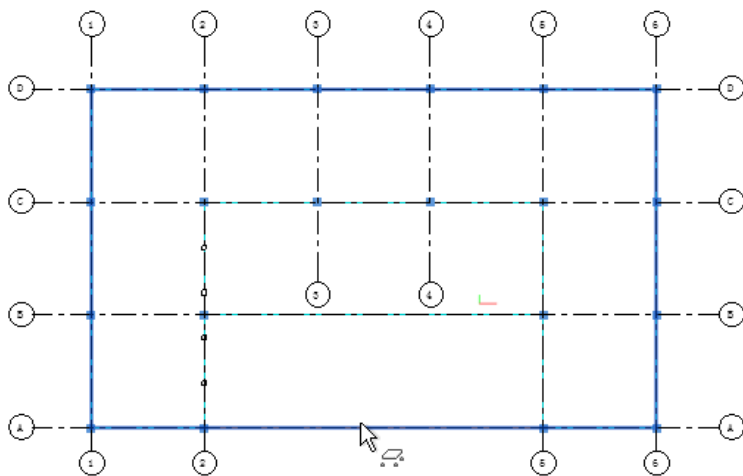
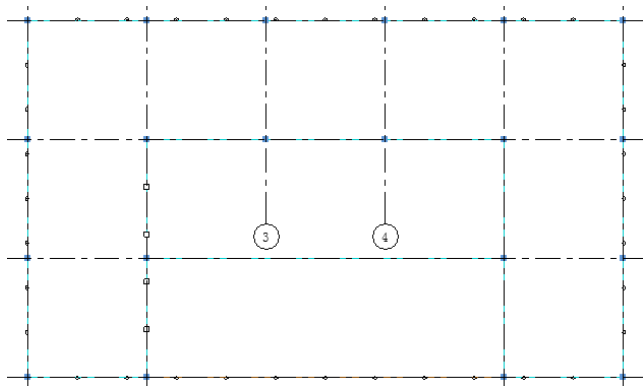

图 14-9 拾取楼板
图 14-10 创建面边界条件
(5) 拾取楼板或墙，如图 14-9 所示。以创建面积边界条件，如图 14-10 所示。